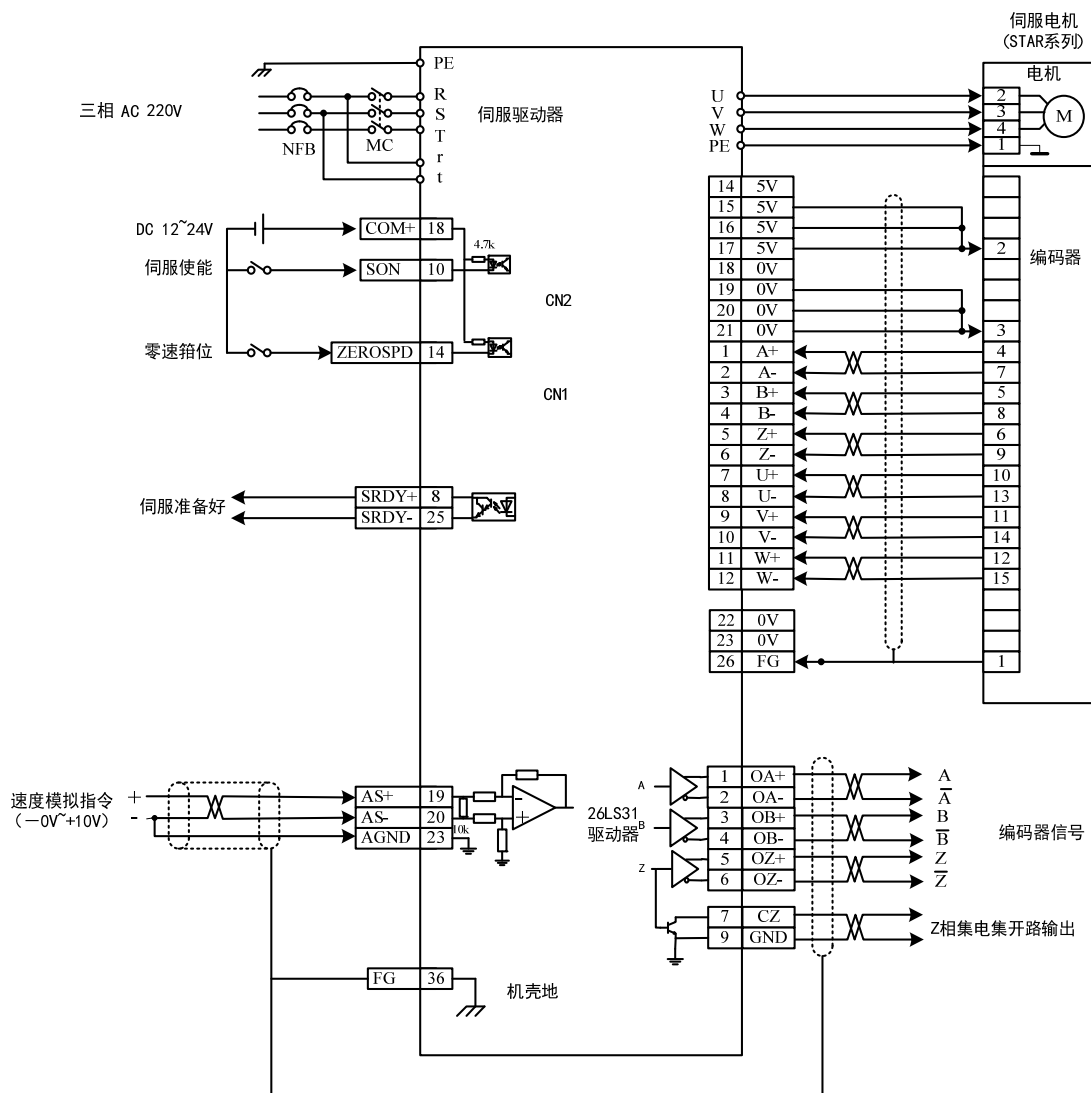

图 7.11 速度控制模式的简单接线图
- 按图 7.11 接线，主电路端子，三相 AC 220V 接 R、S、T 端子。